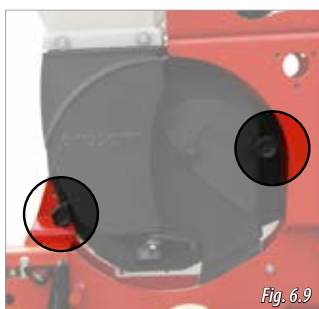

Fig. 6.9
- 1 – Slăbiți cele două mâneri de fixare pentru a scoate capacul din poziție (Fig. 6.9).